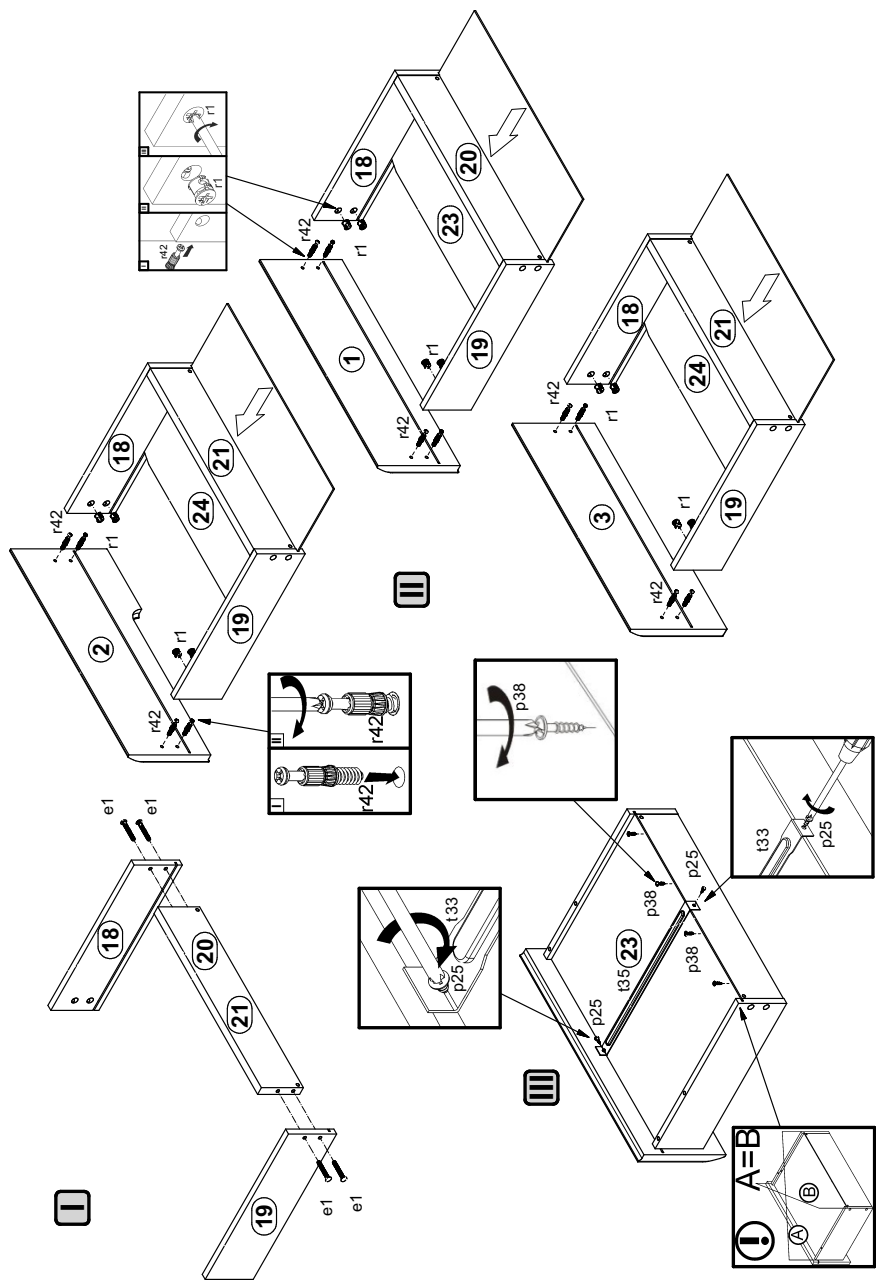

Рисунок 6
19. В отверстия $\varnothing 15$ мм на внутренних поверхностях стенок боковых ящиков **18, 19** вставить стяжки эксцентрикковые **r1 (см. рис. 6)**.
20. Соединить детали **18,19,20**, а также **18,19,21** с помощью конформатов **e1**, пользуясь ключом **z1**, вставить в пропилы на боковых и задних стенках собранных корпусов ящиков дно ящика **23, 24 (см. рис. 6)**.
21. В отверстия $\varnothing 5$ мм на внутренних поверхностях панелей ящиков **1, 2, 3** вкрутить винты стяжки **r42 (см. рис. 6)**.